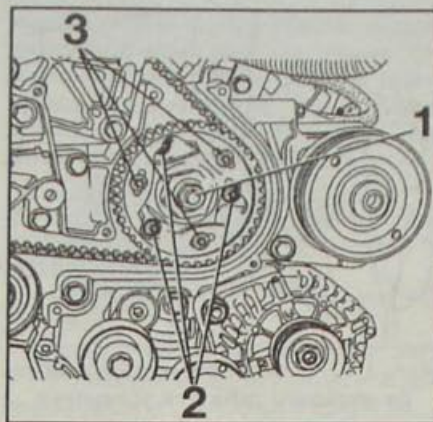

Рис. 3.8. Крепление шкива топливного насоса:
- Отверните гайку (1, рис. 3.8) крепления втулки на насосе и три болта (2) крепления шкива топливного насоса на втулке.
- Установите насос и затяните требуемым моментом три болта (2, рис. 3.8) крепления втулки на насосе.
- Наверните гайку (1, рис. 3.8) крепления втулки и затяните ее требуемым моментом.
- Установите приспособление Т.Аг. 1094 и затяните требуемым моментом три болта (3) крепления шкива топливного насоса на втулке.
- Затяните требуемым моментом три болта (3) крепления шкива топливного насоса на втулке.